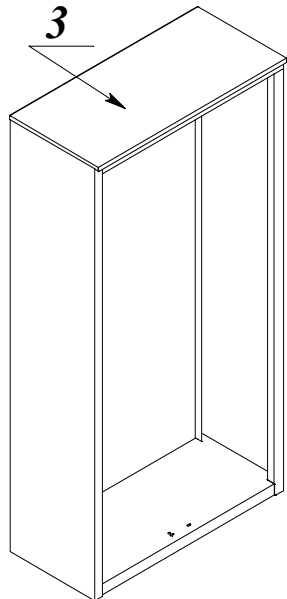

Рис.2
3.2. Надеть крышу (поз.3) на боковины (Рис.2)